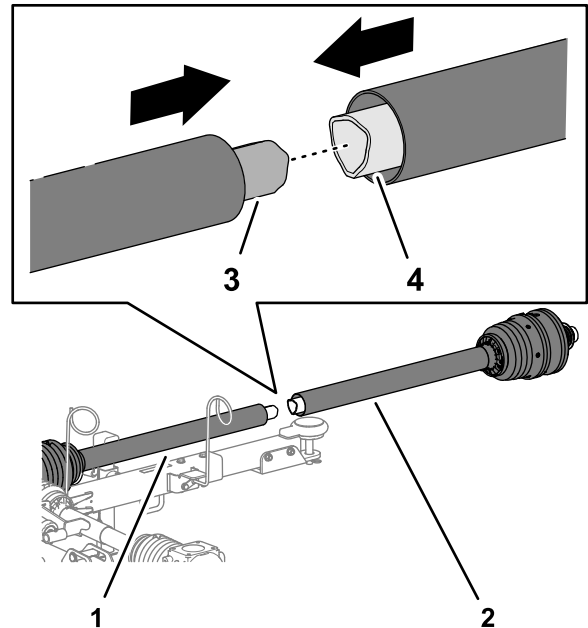

Figure 8
1. Alignez le tube intérieur de la moitié arrière et le tube extérieur de la moitié avant de l'arbre de transmission de la PDF, et emboîtez les tubes l'un dans l'autre (Figure 8).